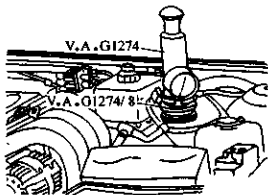

图 2-113 检查冷却系有无泄漏
2) 将压力测试仪 V. A. G1274 及 V. A. G1274/8 安装到膨胀水箱上, 如图 2-113 所示。